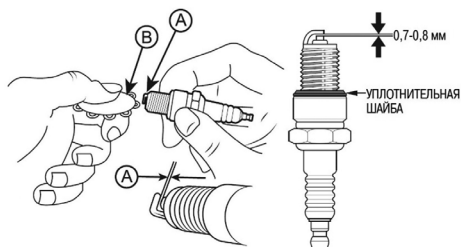

Рис. 26 Обслуживание свечи зажигания
- Измерьте зазор А между электродами свечи зажигания специальным щупом В. Зазор должен быть 0,7-0,8 мм (Рис. 26). При увеличении или уменьшении требуемого зазора, рекомендуется заменить свечу, так как регулировка зазора может привести к изменению качества искрообразования.